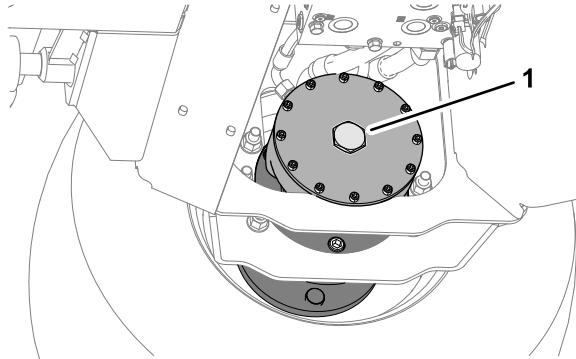

Figura 36
6. En el conjunto de freno del motor de la rueda delantera derecha, retire el tapón hexagonal (Figura 36).